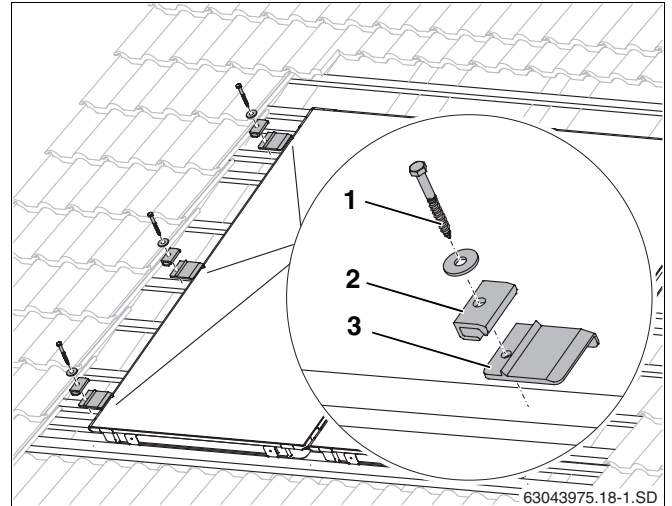

Fig. 30 Montaje del elemento de sujeción a la izquierda
- ▶ Eleve ligeramente el colector situado a la izquierda y deslice por debajo del mismo las placas intermedias del lado izquierdo (fig. 30, **pos. 3**) situadas sobre el 2º y el 3er listón adicional, así como en la parte central del colector sobre un listón hasta que la elevación de las mismas haga tope en el borde del colector.
- ▶ Es necesario realizar previamente un taladro de 4 mm para el tornillo (fig. 30, **pos. 1**).
- ▶ Fije los elementos unilaterales de sujeción (fig. 30, **pos. 2**) con tornillos 6 × 40 (fig. 30, **pos. 1**) y arandelas (utilice una llave de tamaño 10).